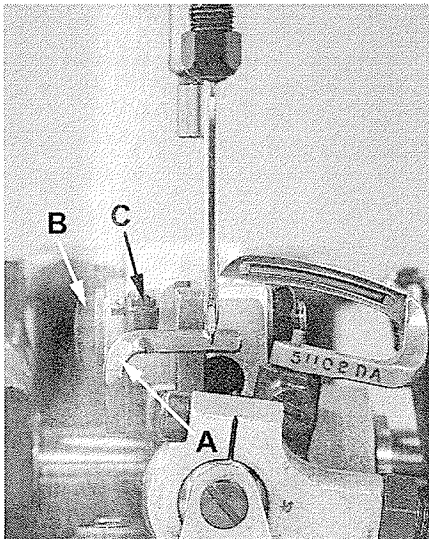

Fig 12
Gire el volante en sentido de operación para ubicar la punta del looper al lado derecho de la aguja. En este punto el guarda aguja (A, Fig 12) debería estar al final de su recorrido hacia adelante. Mueva el guarda aguja hacia adelante y hacia atrás hasta que apenas roce la aguja. Coloque el guarda aguja tan bajo como sea posible para que su parte vertical toque la aguja encima de su punta. Para ajustar el guarda aguja tiene que aflojar el tornillo (B) y girar el tonillo (C) en sentido del reloj para bajar el guarda aguja y contra reloj para subirlo. Apriete el tornillo (B) otra vez.